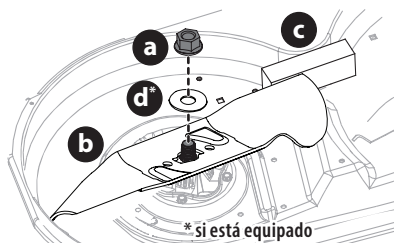

Figura 47
2. Use una llave de 15/16 pulgada para sostener la tuerca hexagonal en la parte superior del conjunto del husillo cuando afloje la tuerca hexagonal (a) y arandela (d)* que fijan la cuchilla (b). Se puede colocar un bloque de madera (c) entre el alojamiento de la plataforma y el borde de corte de la cuchilla (b) para ayudar a aflojar la tuerca hexagonal (a) y arandela (d)* que fijan la cuchilla (Figura 47).
2. Cuando reinstale las cuchillas, asegúrese de lo siguiente (Figura 47 en la página 69):
3. Ajuste las tuercas hexagonales (a) a 70-90 pies-libras (95-122 N-m) (Figura 47 en la página 69).